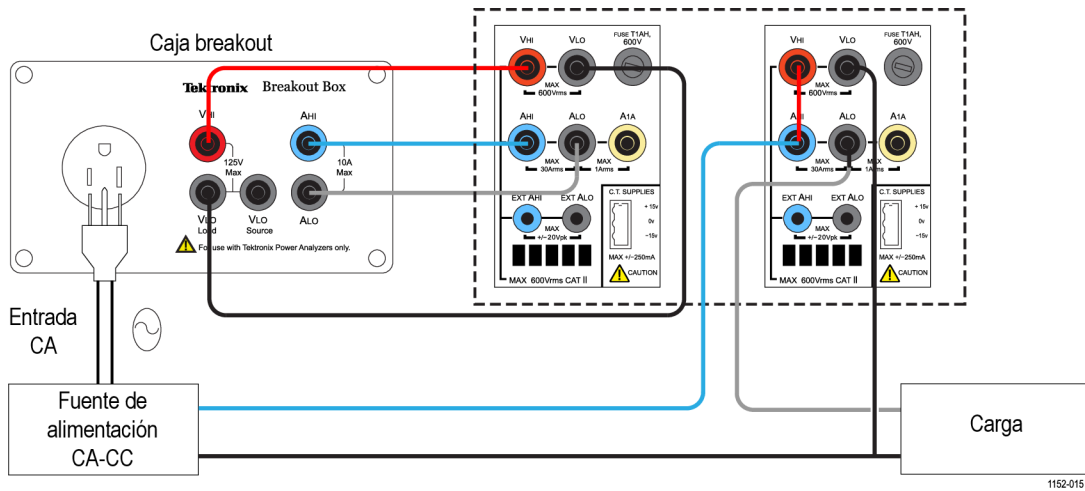

Figura 38: Diagrama de cableado de la medición de eficiencia CA-CC
1. Conecte la entrada CA del dispositivo que está evaluando (DUT) al primer canal del PA3000 con una caja breakout de Tektronix (BB1000), tal como muestra el diagrama de cableado. (Consulte la figura 38 en la página 111.)